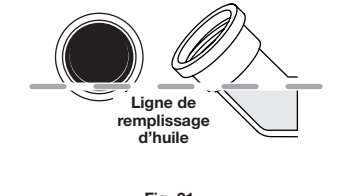

Fig. 21
- Inspectez le trou de remplissage d'huile (utilisez une lampe de poche si nécessaire). L'huile doit toucher le filet le plus profond (Fig. 21).
- Si le niveau d'huile ne touche pas le filet le plus profond du trou de remplissage d'huile, ajoutez un peu d'huile dans le trou de remplissage et contrôlez à nouveau (Fig. 21). Répétez cette procédure jusqu'à ce que le niveau d'huile atteigne le début du filet le plus profond du trou de remplissage d'huile.